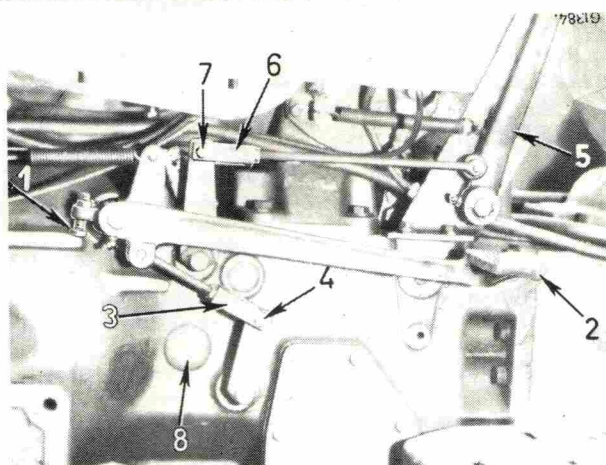

Fig. 74
En position embrayée, la pédale d'embrayage (2, Fig. 74) doit avoir une garde d'environ 40 mm. Lors de l'usure de l'embrayage cette garde diminue et doit être réglée dès qu'elle ne mesure plus que 10 mm environ.
- Enlevez l'axe à tête (7, Fig. 74) et dévissez la chape (6) afin d'obtenir une garde suffisante.